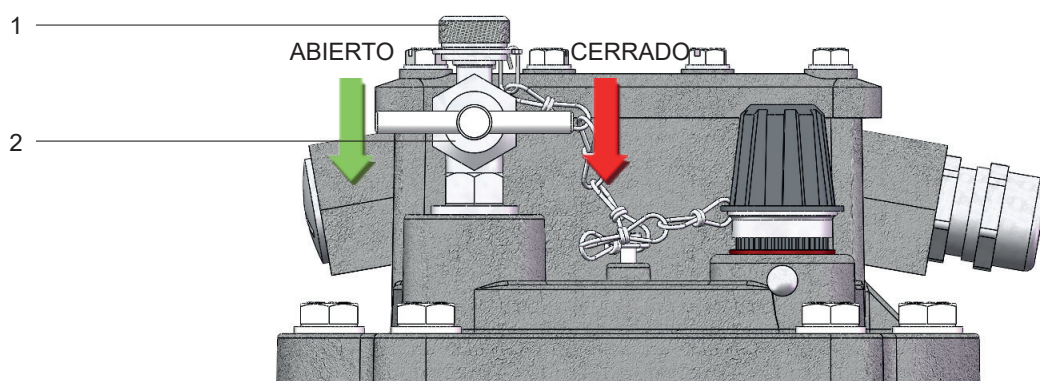

Fig. 4 - Válvula de purga
- desatornille la tuerca de sombrerete pequeña (Fig. 4/No. 1) desde la válvula de purga (Fig. 4/ No. 2)